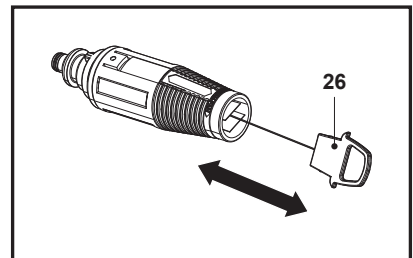

Fig. 22
2. Quite la suciedad de la boquilla con la aguja (26) (Fig. 22).